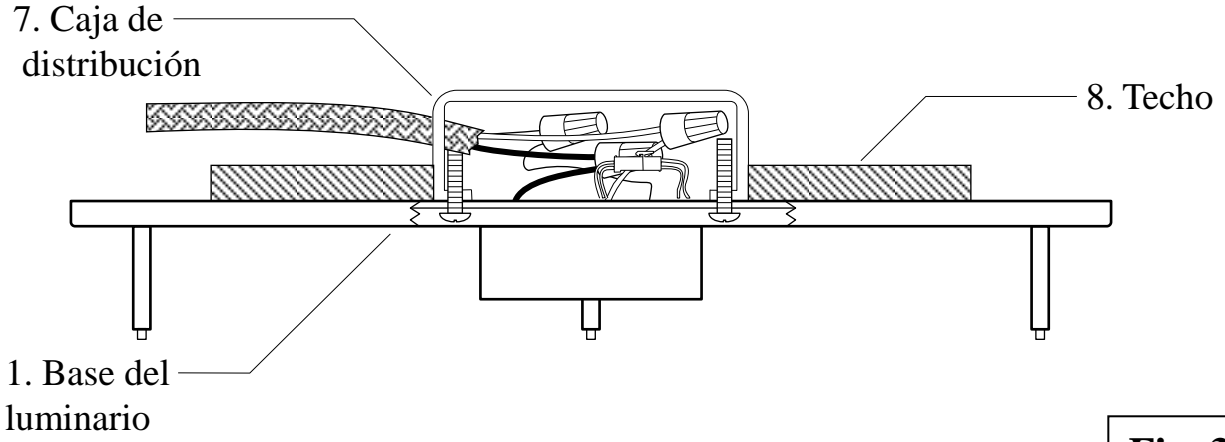

Fig. 3
5. Gira la base del luminario (#1) en una dirección, de tal manera que los tornillos de montaje (#6) se deslicen por los extremos estrechos de los agujeros de bocallave (#15). Apriete los tornillos de montaje (#6) para que la base del luminario (#1) quede asegurada al ras del techo (#8) (Fig. 3 y 3-1).